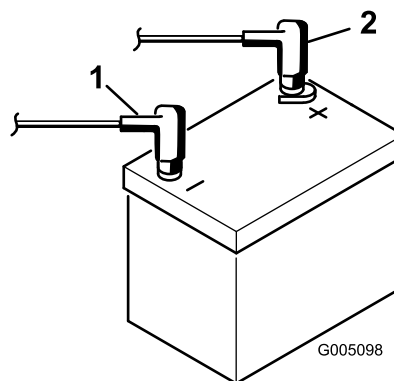

Figura 7
9. Conecte el cable positivo (rojo) al borne positivo (+) y el cable negativo (negro) al borne negativo (-) de la batería y sujételos usando los pernos y las tuercas (Figura 7). Deslice la cubierta de goma sobre el terminal positivo para evitar posibles cortocircuitos eléctricos.